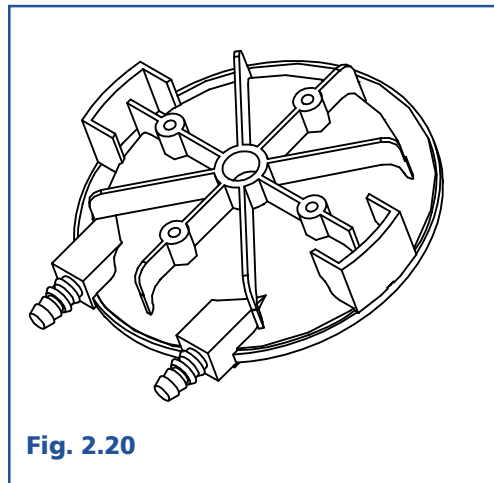

Fig. 2.20
2.15 Pressostato di sicurezza (Fig. 2.20)